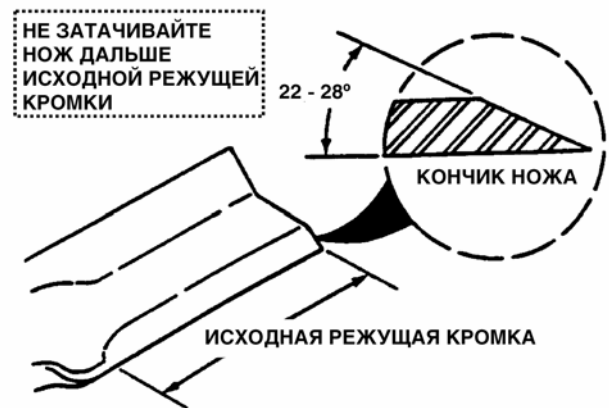

Рис. 4.12
6. Если нож в хорошем состоянии, заточите его при помощи шлифовального круга под углом 22-28 градусов. Не затачивайте режущую кромку ножа дальше ее исходного размера. См. рис. 4.12.